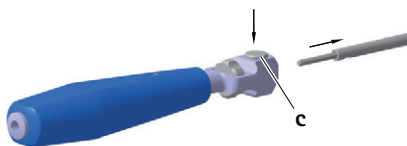

Abb. 2
- ▶ Druckknopf **c** drücken und Griff 1 abnehmen, siehe Abb. 2.